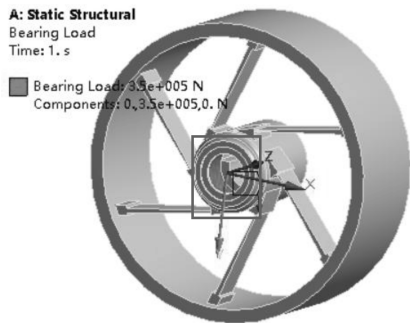

图 4-21 施加轴承载荷
(1) 在导航树上单击【Structural (A5)】。
(2) 施加轴承力: 在标准工具栏中单击选择面图标 , 然后选择轴承座内表面, 接着在环境工具栏中单击【Loads】→【Bearing Load】→【Details of “Bearing Load”】→【Definition】→【Define By】= Components, 【Y Component】= 350000N, 如图 4-21 所示。
(3) 施加扭矩: 在标准工具栏中单击选择面图标 , 然后选择轴承座内表面, 接着在环境工具栏中单击【Loads】→【Moment】→【Details of “Moment”】→